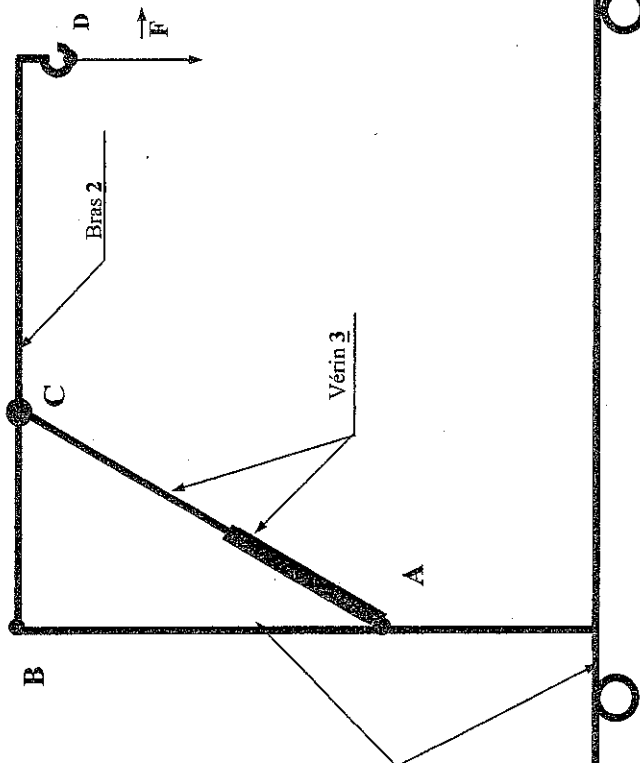

Figure 1
- L'ensemble occupe la position du schéma (figure 1)